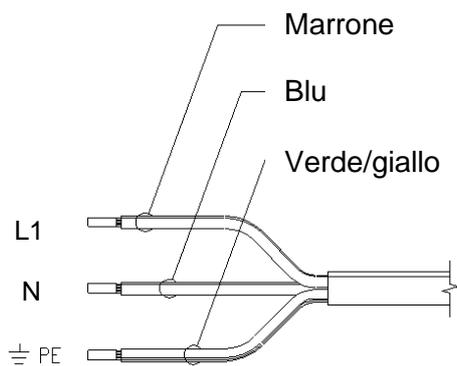

Figura 3 Schema di collegamento della versione monofase
- Il motore 6601314900 deve essere collegato alla sorgente da 230 V come mostrato nella figura 3.
- Se la direzione di rotazione è opposta alla freccia: scambiare le fasi (L1 e L3) nella connessione di rete (figura 4) o nel box terminale del motore (figura 3).